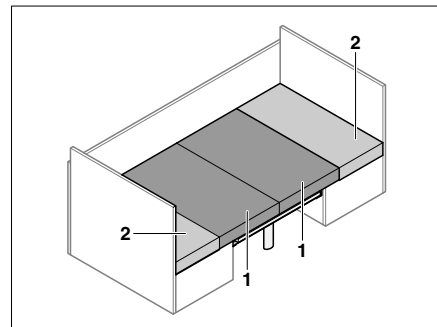

Fig. 61 Après la transformation
- Tirer les coussins d'assise (Fig. 61,1) vers le centre.
- Placer les coussins de dossier (Fig. 61,2) entre les coussins d'assise et la cloison.